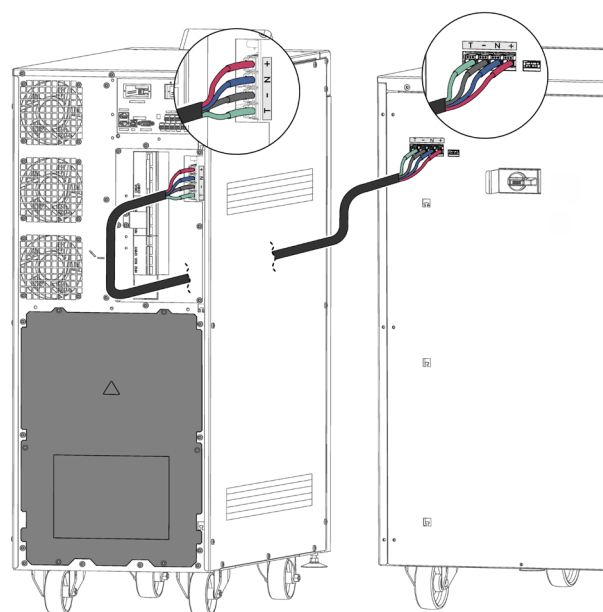
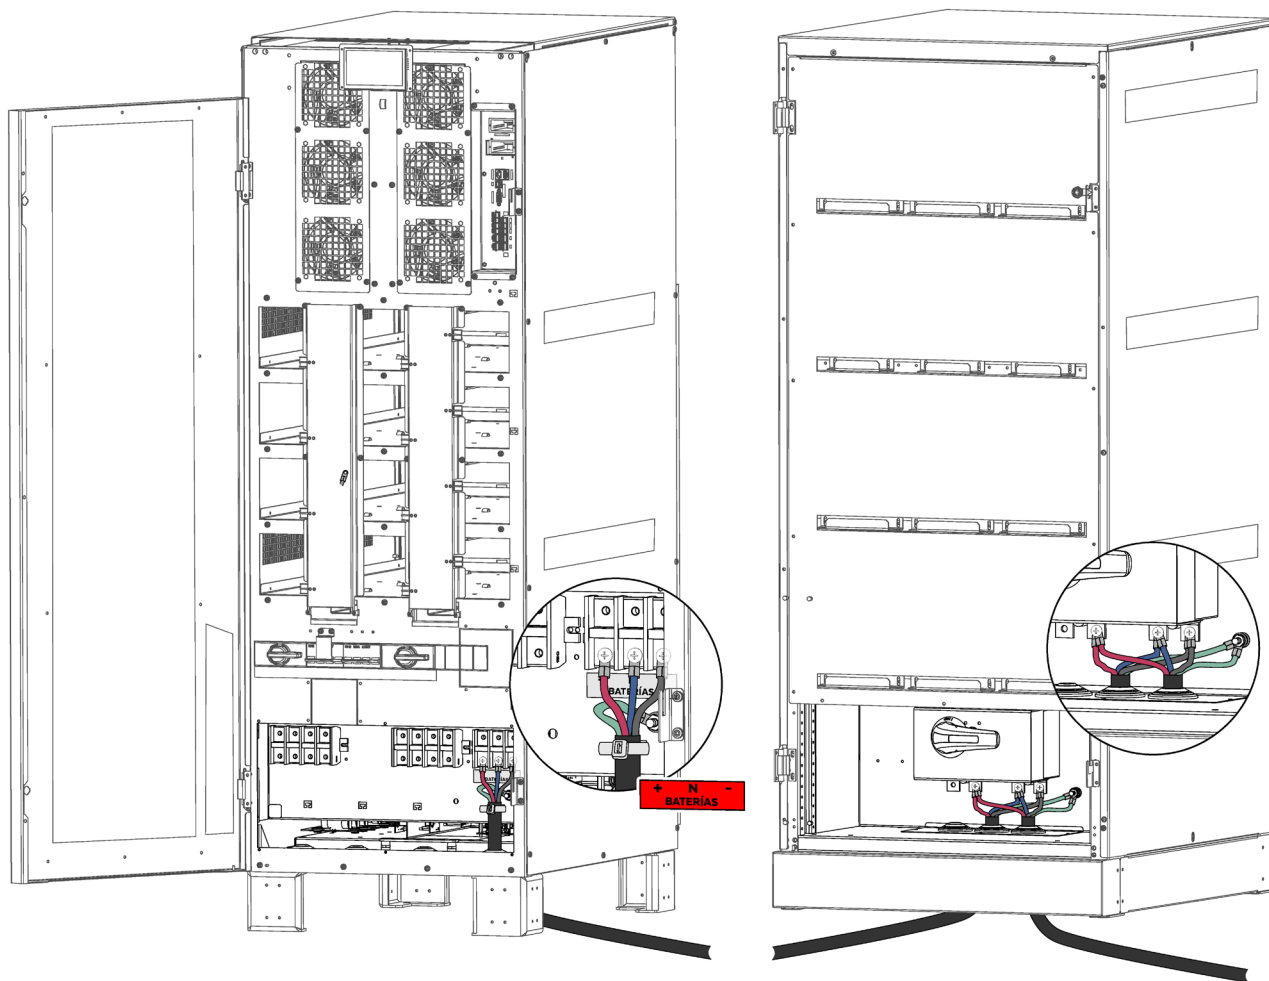

Fig. 48. Conexión entre el SAI y un armario de baterías para equipos 30-40 kVA.
Fig. 49. Conexión entre el SAI y un armario de baterías para equipos 50-80 kVA.
- La conexión del armario de baterías con un SAI modelo B1, se realizará mediante la manguera de cables que se suministra conectando un extremo a los bornes del SAI y el otro a los bornes del módulo de baterías, respetando la polaridad indicada en el etiquetado de cada elemento y en este manual. Respetar conexionado por colores de cables: un color de positivo del SAI a positivo del armario de baterías; otro color de negativo del SAI a negativo de baterías; otro color de neutro del SAI a toma media de baterías (N). Usar cable verde-amarillo para interconectar las tomas de tierra, ver Fig. 48 y Fig. 49.